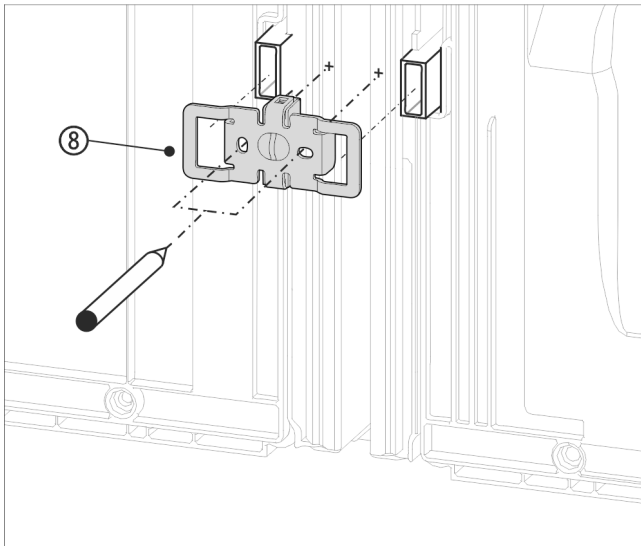

Fig. 16 Beispielhafte Darstellung
- Winkel Fig. 16 (8) mit den Aussparungen über die Aufnahme für die Wandabstandshalter schieben.